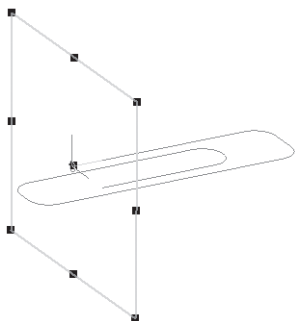

Рис. 280
- в **Дереве** построения щелчком ЛКМ укажите **Плоскость ZX** (эскиз сечения должен быть построен на плоскости перпендикулярной плоскости направляющей) – рис. 280;